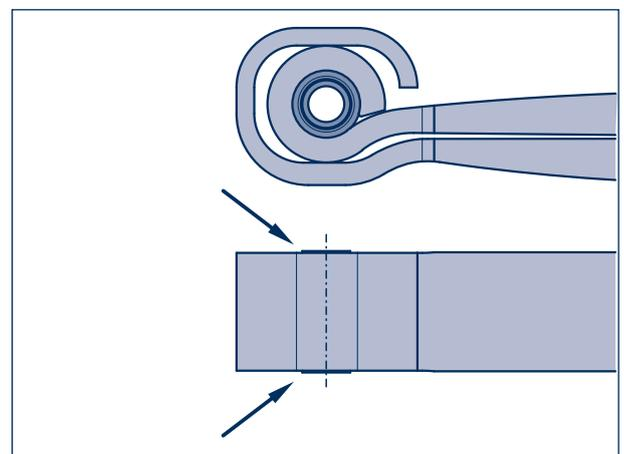

Bild 47
**Nach dem Eindrücken muss auf beiden Seiten ein gleicher Überstand vorhanden sein (Bild 47).**